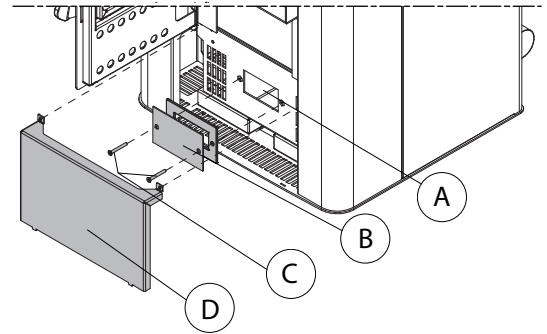

Fig. 6.1.2
- pour accéder facilement au ventilateur (A), il suffit de retirer le couvercle (D), le capuchon (B) avec le joint correspondant, en agissant sur les deux vis(C)(Fig. 6.1.2).